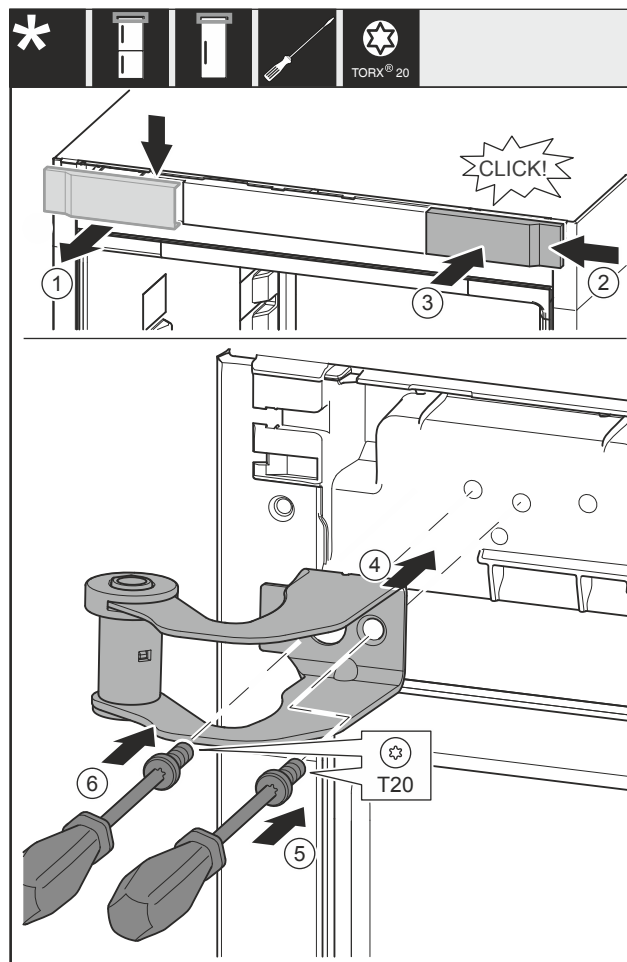

Fig. 17
- ▶ Odeberte kryt Fig. 17 (1) shora dopředu.
- ▶ Kryt Fig. 17 (2) otočený o 180° zavěste na druhé straně zprava.
- ▶ Zaklapněte kryt Fig. 17 (3).
- ▶ Nasadte horní stojan ložiska Fig. 17 (4).
- ▶ Utáhněte šroub Fig. 17 (5).
- ▶ Utáhněte šroub Fig. 17 (6).